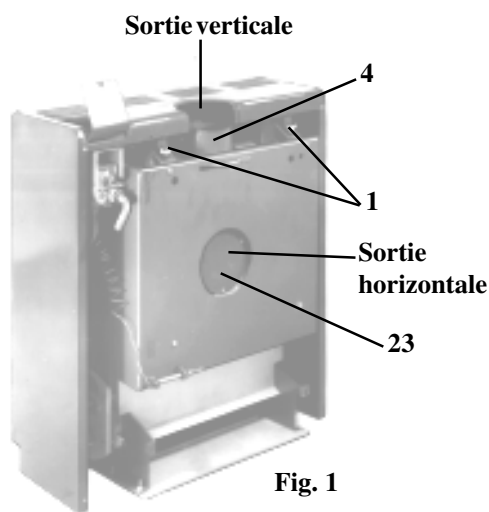

Fig. 1
- L'habillage est livré fixé à l'appareil par l'intermédiaire de deux vis à oreilles 1 Fig. 1.
- Remettre en place les deux vis à oreilles 1 Fig. 1.
- L'appareil est livré avec une buse 4 Fig. 1, 2 joints, un tampon 23 Fig. 1 et 6 vis de fixation.